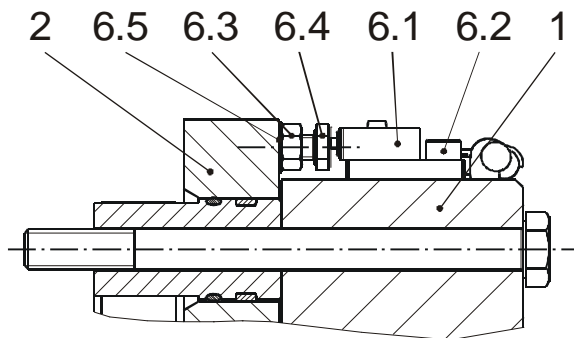

Bild 10
## Lüftüberwachung (6) Bild 10 (typenabhängige Option)
Werkseitige Einstellung und Funktionsprüfung der Mikroschalter (6.1), siehe Bild 10: